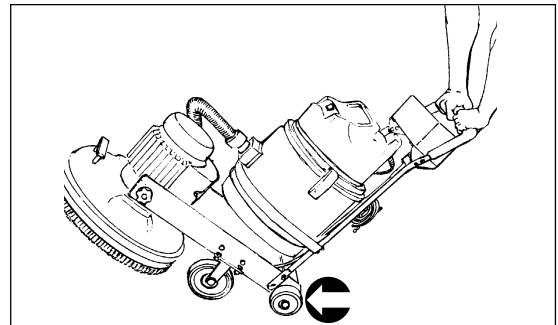

Figura 14
- c.) Rimuovere il piede dalla fascetta di ribaltamento e continuare a spingere la maniglia verso il basso fino a portarla all'altezza della maniglia e delle ruote di ribaltamento. Vedere la Figura 14.